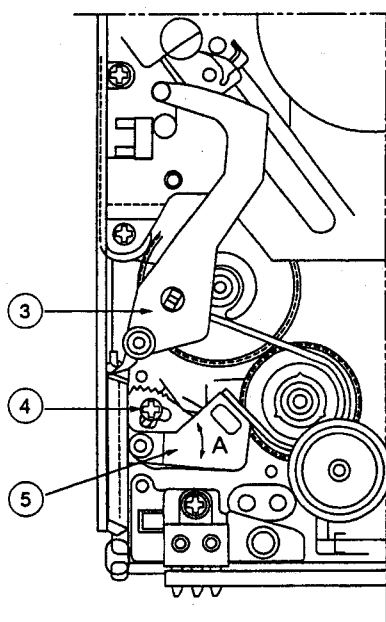

Fig. 5-1
2. So that the center value of the back tension torque swing falls within a range of 5 to 7 g·cm, adjust by loosening the ④ screw in Fig. 5-1 then by moving the ⑤ BT Band Assy to the right and left as shown in A of Fig. 5-1.
3. After adjusting, tighten the ④ screw with a torque of 0.8 kg·cm, then apply the screw-locking compound to it.
2. バックテンショントルク値の振れ幅の中心が5～7 g・cmとなるように、Fig. 5-1の④ネジをゆるめて⑤BT Band AssyをFig. 5-1のAの様に左右に動かして、調整する。
3. 調整後、④ネジを0.8kg・cmで締め付けてネジロックをする。